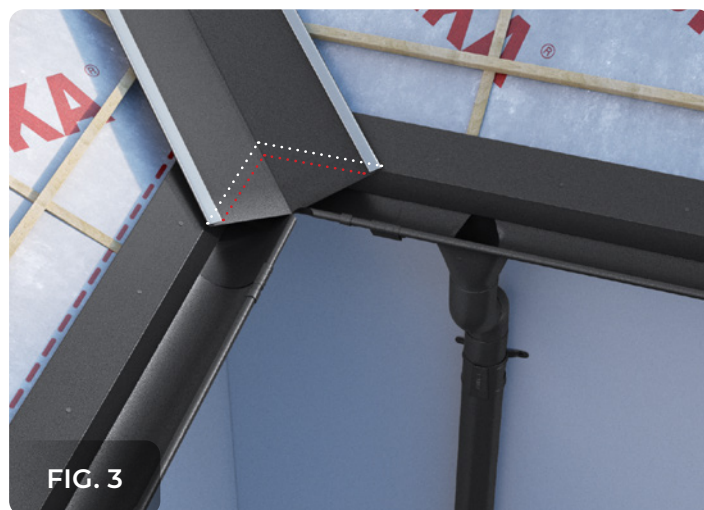

FIG. 3
1. La îmbinarea cu bordura steașină, dolia se decupează conform - fig. 3, 4. Astfel marcați intersecția doliei cu bordura steașină, adăugând 10 mm, care apoi se pliază peste bordura steașină - fig. 6.